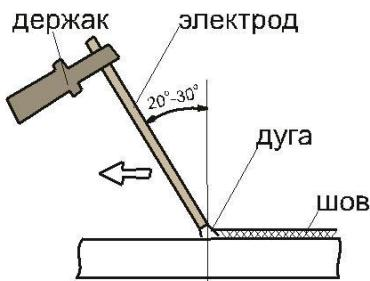

рис.2
- После зажигания дуги старайтесь сохранять расстояние между рабочей поверхностью (Вашей деталью) и электродом приблизительно равное диаметру самого электрода примерно 3 – 5 мм. Необходимо соблюдать это расстояние постоянно во время сварки. Угол наклона электрода от вертикальной оси должен быть от 20° до 30° (рис.2).